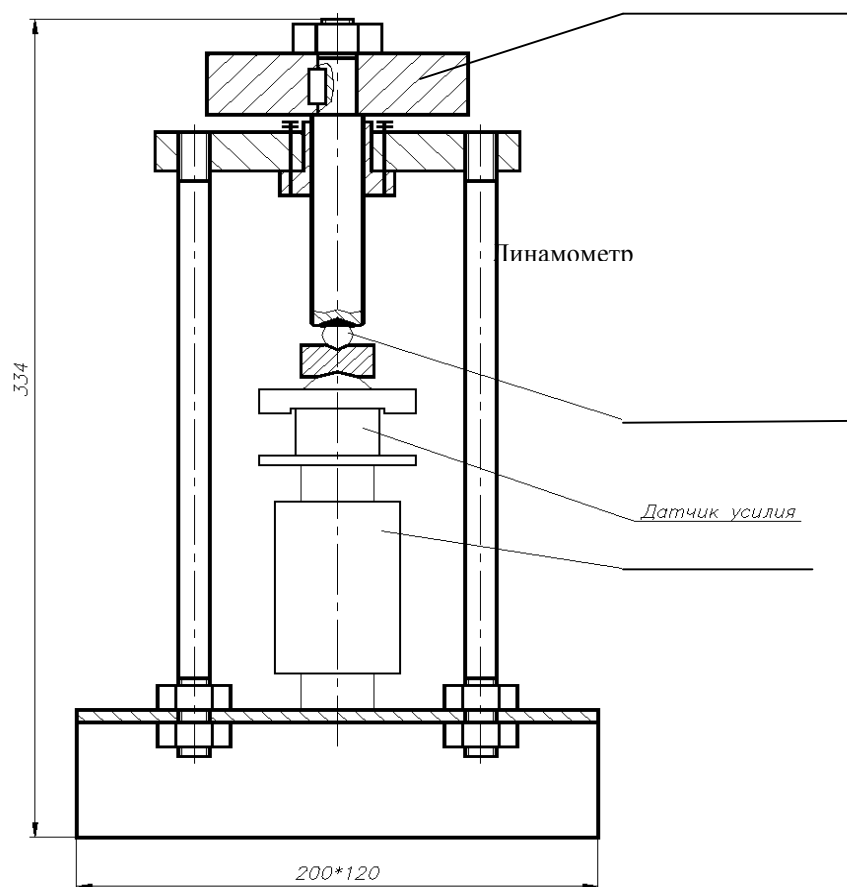

Рисунок 9 - Устройство для проверки стенда при измерении усилия на органе управления
- 1) установить датчик усилия в силозадающее устройство согласно рис. 9;